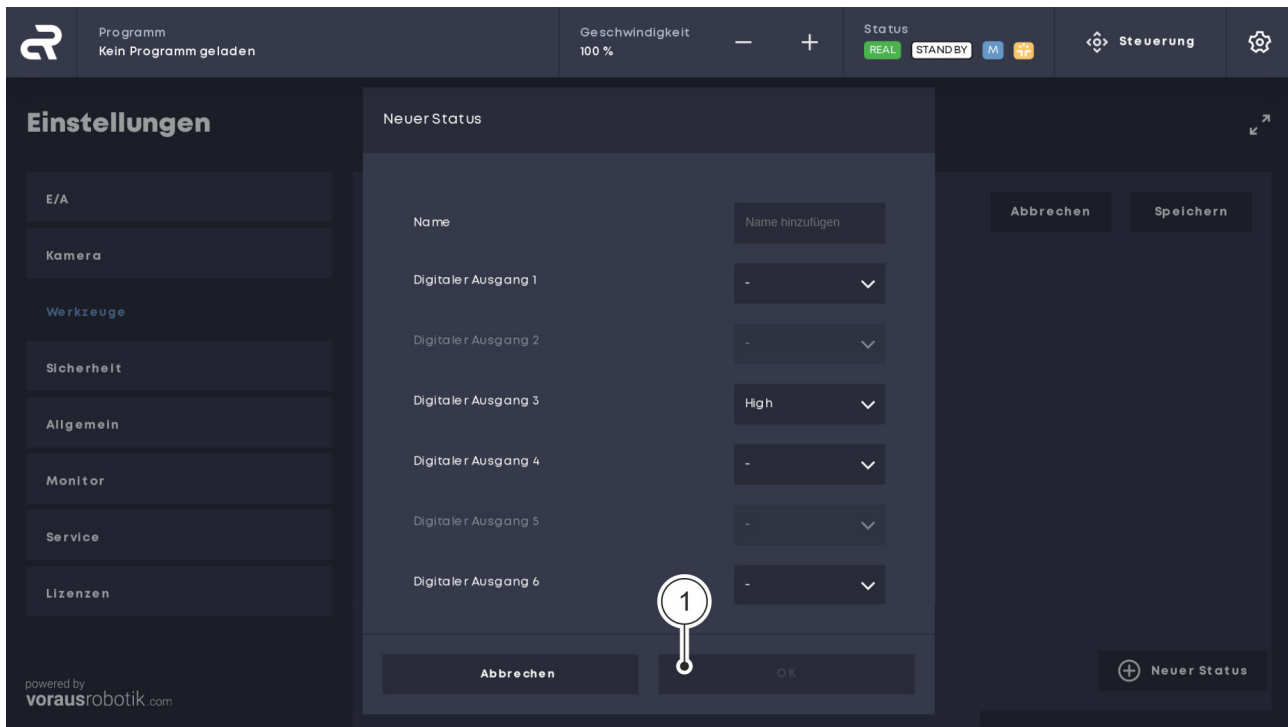

Abb. 22 Status definieren
07. Auf die Schaltfläche „Neuer Status“ klicken, um das Menü „New State“ zu öffnen Abb. 22 / ①.
08. Im Menü „Neuer Status“ die Zustände der Digitalausgänge sowie des Digitaleingangs gemäß den betreiberseitigen Vorgaben definieren und mit „OK“ bestätigen Abb. 22 / (1).